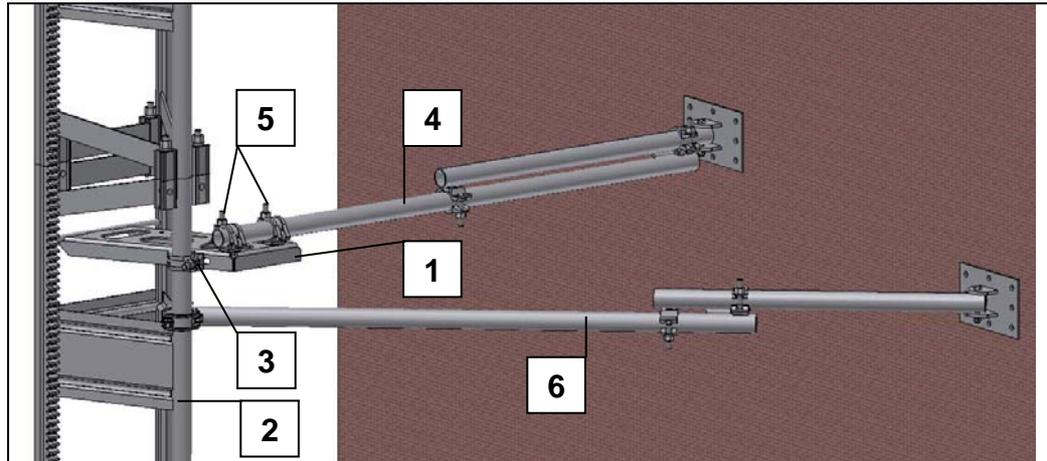

Fig. 34 Ancoraggio del montante
- L'allineamento perpendicolare del montante viene eseguito mediante i due collegamenti per impalcature (Fig. 34 Pos.5).